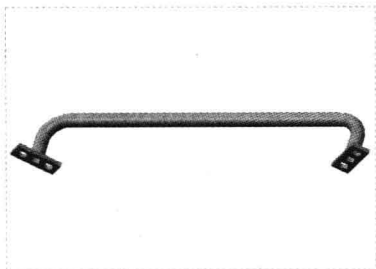

图 1-46 打开图形文件
Step 01 按【Ctrl+O】组合键,打开图形文件,如图 1-46 所示。